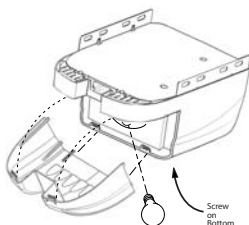

Figura 14 Instale la lente y la bombilla
- A** Instale una bombilla de 100 vatios (no se incluye) en el portalámparas (**Figura 14**):